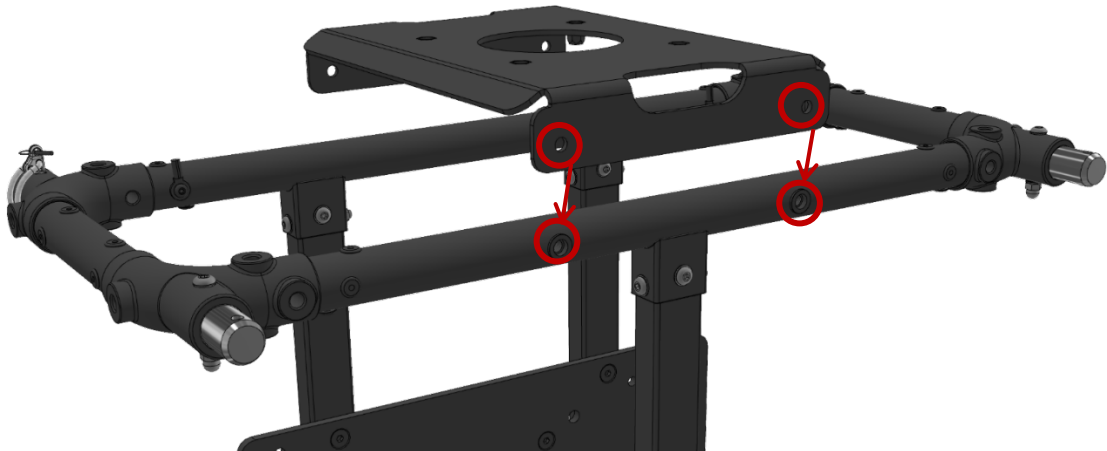

Abbildung 36 Positionierung des ECO-ABP-EP1.0 über dem ECO-FRAME-EP1.0
Schritt 1: Positionieren Sie den ECO-ABP-x so auf der Seite des ECO-FRAME-x, dass die vier Befestigungslöcher mit den M6-Gewindebohrungen am Rahmen übereinstimmen, wie in Abbildung 36 zu sehen ist.